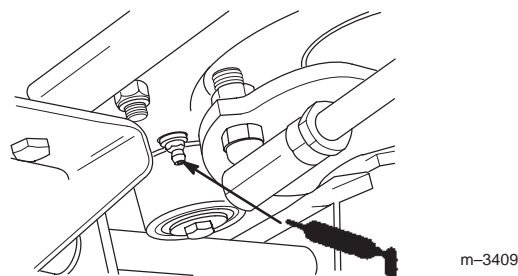

Figure 36
7. Si le tracteur est équipé d'une direction manuelle, injectez de jets de graisse dans le carter de direction (en passant sous le châssis) (Fig. 36).